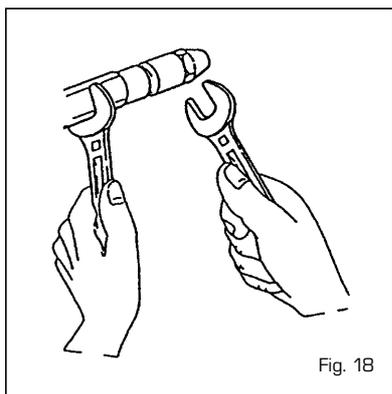

Fig. 18
- Bloquer le porte-gicleur en utilisant une clé 19 et dévisser la buse à l'aide d'une clé 16 (fig. 18).